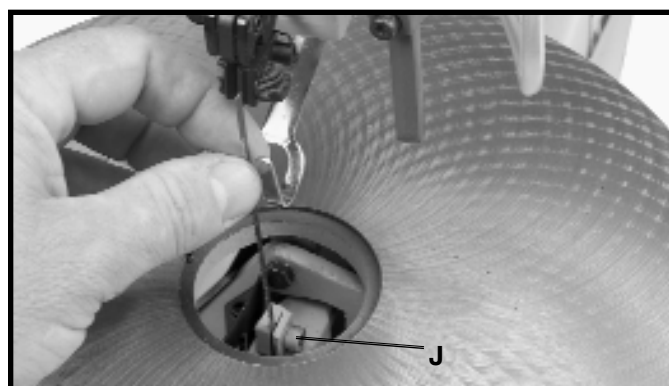

Fig. 26
7. Puis serrer la vis (J) fig. 26, dans le module du pare-main de la lame inférieur.